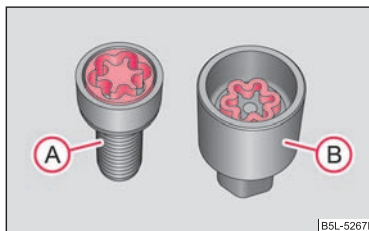

Fig. 188 Tornillo de seguridad para ruedas con adaptador
- Introduzca el adaptador (B) con el lado dentado en el dentado interior de la cabeza del tornillo de seguridad de la rueda (A) ⇒ fig. 188.
- Calar la llave de rueda hasta el tope en el adaptador (B).